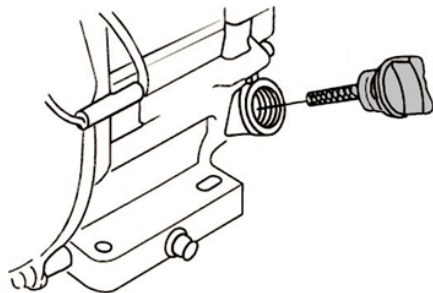

Рис. 18 Крышка-щуп маслозаливной горловины
2. Открутите крышку-щуп маслозаливной горловины и извлеките щуп (Рис. 18).
2. Выкрутите крышку-щуп маслосливной горловины и извлеките щуп (Рис. 18).